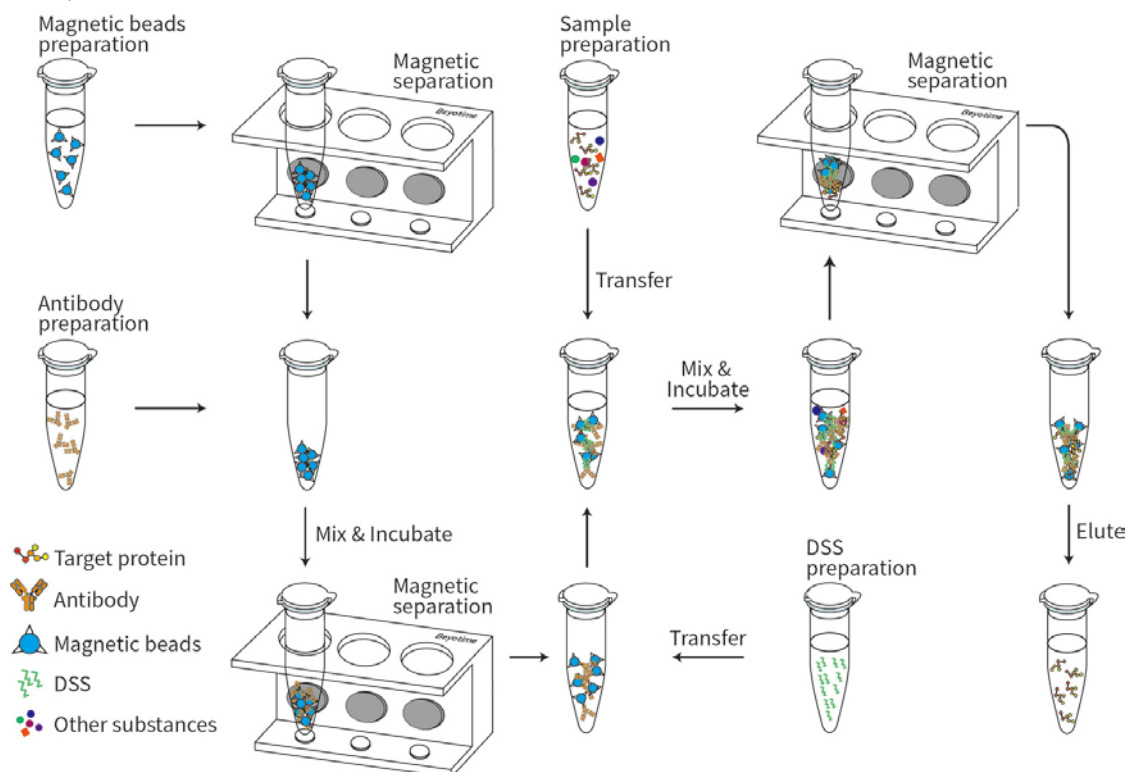

图1. 碧云天抗体交联免疫沉淀试剂盒(Protein A+G磁珠法) (P2180)的免疫沉淀流程图。
- 本试剂盒包含高质量的BeyoMag™ Protein A+G磁珠、交联剂(DSS)及优化的各种缓冲液如Lysis Buffer、20X Coupling Buffer、Protease Inhibitor Cocktail (100X)、Acid Elution Buffer、Neutralization Buffer、SDS-PAGE Sample Loading Buffer (5X)等抗体交联免疫沉淀必要试剂，使抗体交联免疫沉淀或免疫共沉淀实验更加简单、便捷、高效。本试剂盒进行抗体交联免疫沉淀的流程参考图1。BeyoMag™ Protein A+G磁珠经适当洗涤后，加入一定量特异性抗体，Protein A+G可与抗体Fc端特异性结合，一定时间孵育后形成Protein A+G磁珠-抗体混合物(beads-Ab complex)，然后加入交联剂(DSS)进行抗体交联，交联后加入样品，样品可被抗体的Fab端特异性识别而形成Protein A+G磁珠-抗体-抗原免疫复合物(beads-Ab-Ag complex)。洗涤免疫复合物以去除未结合的蛋白，然后使用酸性洗脱液或SDS-PAGE上样缓冲液等方法从磁珠上洗脱结合的免疫复合物用于后续检测。